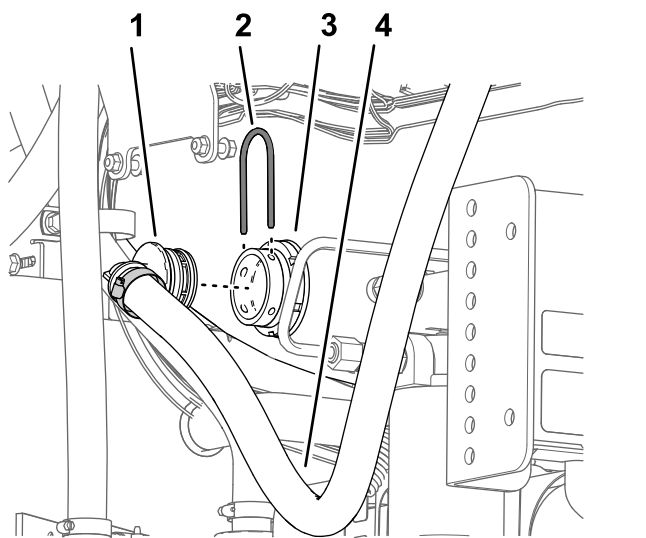

図 63
2. バイパスホースの下端にあるバーブ付き 90° フィッティングを液剤タンクのバルクヘッドフィッティングに固定している大きいリテーナを取り外す 図 63。